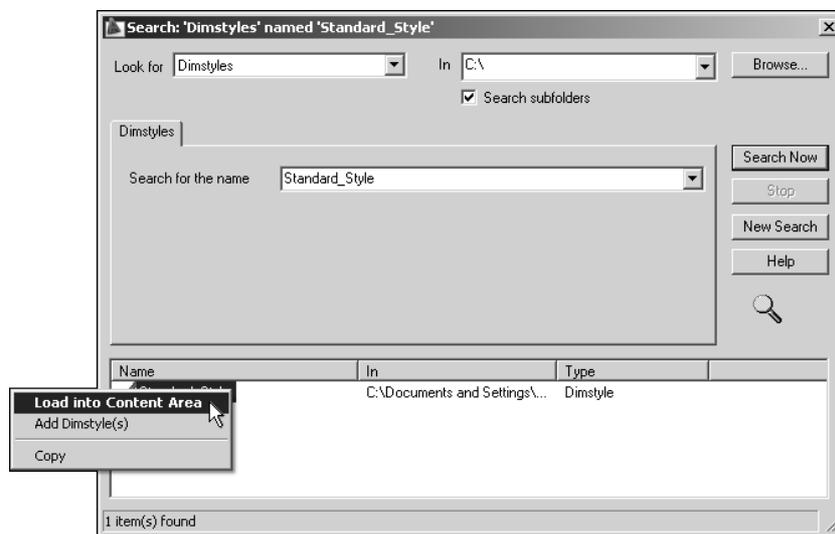

Рис. 6.33. Диалоговое окно Search, используемое для поиска элементов по заданным свойствам
2. Щелкните на кнопке **Search** (Поиск), на которой нарисовано большое увеличительное стекло. На экране появится одноименное диалоговое окно (рис. 6.33).